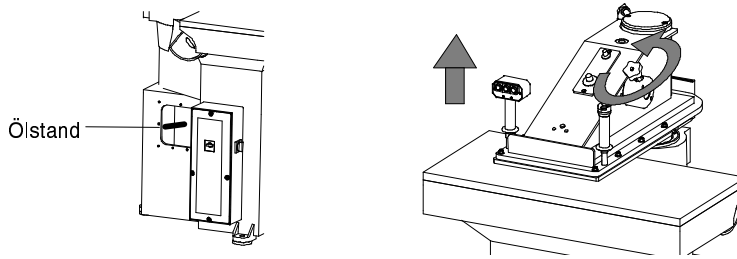

Abb. 8
- Das Öl muß bis zur roten Höchststand-Markierung aufgefüllt werden (links, Abb. 8).
- Den Motor über den Hauptschalter einschalten und sofort die Drehrichtung der Pumpe wie im vorstehenden Absatz beschrieben, prüfen (rechts Fig. 8). Das Verstellrad des Schwenkarmes gegen den Uhrzeigersinn bis zum Anschlag drehen; dadurch bewegt sich der Arm bis zur Höchstlage nach oben .